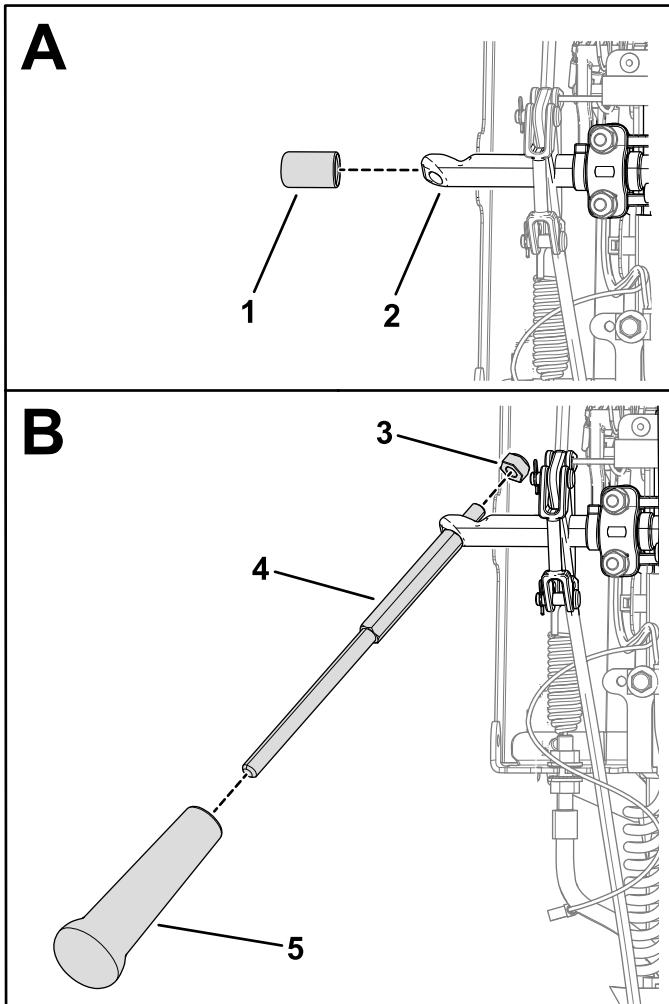

図 13
1. コントロールシャフトからキャップを取り取る図 13。
2. レバーにノブを取り付ける図 13。
3. ナット5/16"を使用してレバーをコントロールシャフトに固定する図 13。